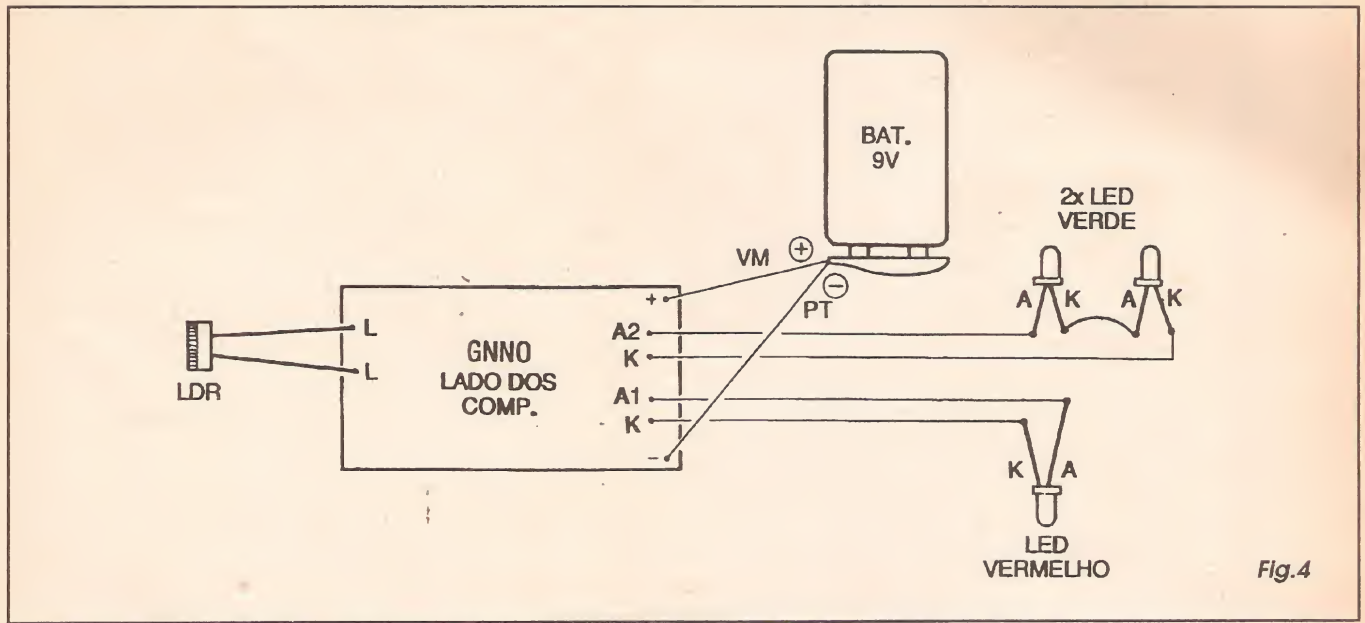

Fig.4
- FIG. 4 - CONEXÕES EXTERNAS À PLACA - Embora simples, as conexões da placa pra fora também exigem certos cuidados e alguma atenção, para que não ocorram trocas ou inversões... Os terminais do LDR são ligados (diretamente ou através de pedaços de cabinho flexível isolado, no necessário comprimento...) aos pontos L-L; os fios do *clip* da bateria (ou do suporte das pilhas) devem ser ligados com a cor *vermelha* ao ponto "+" e *preta* ao "-", conforme convencional... Já quanto aos LEDs (os dois *verdes* corresponderão aos *olhos* do *gnomo* e o *vermelho* ao *nariz* ou *boca*...), a correta ligação pede, inicialmente, uma perfeita identificação dos terminais de *anodo* (A) e *catodo* (K) dos componentes (o TABELÃO APE está lá...). Depois a correta interpretação dos seus pontos de ligação à placa, finalizando com um perfeito *seriamento* dos dois LEDs *verdes* (o terminal K *livre* de um, ligado ao terminal A *livre* do outro...). Como sempre, a recomendação final é... **conferir, verificar**, ponto a ponto, ligação a ligação, antes de dar-se por satisfeito. Notar que devido ao baixo consumo do circuito, não incluímos como item obrigatório um interruptor geral... Contudo, se o leitor/hobbysta desejar colocá-lo, este deverá ser eletricamente intercalado na cabagem do *positivo* da alimentação (no *meio* do fio *vermelho* do *clip* da bateria ou do suporte das pilhas...).